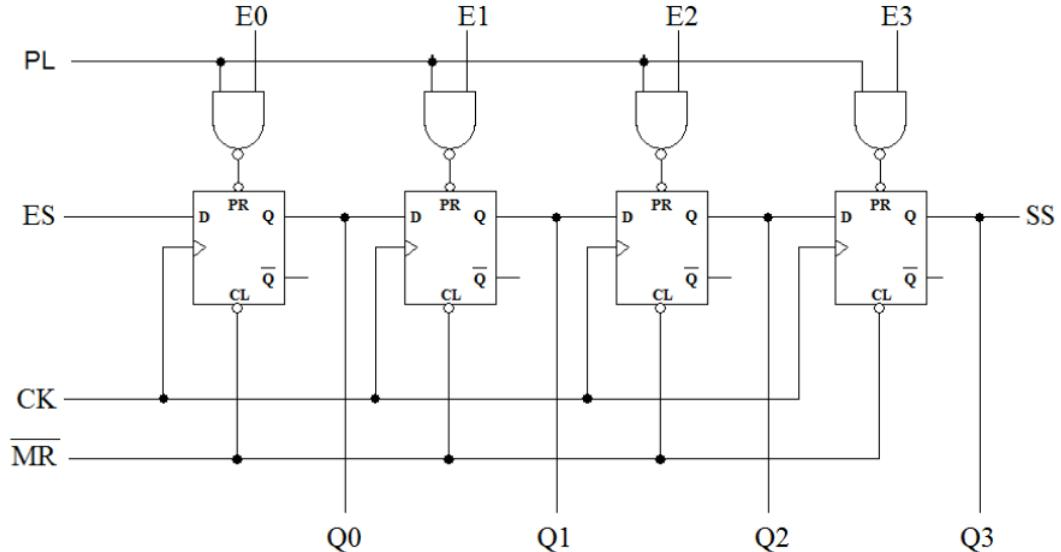

Figura 1: Registrador de Deslocamento
A figura 1 apresentada a seguir ilustra o esquema elétrico de um registrador multifuncional de 4 bits, que pode ser utilizado como um shift-register. Na sequência são descritas as funções de seus terminais.
1. Monte o circuito da figura 1 com as seguintes condições:
6. Altere o estado do dado serial de entrada (ES) para nível lógico 1 e repita os procedimentos anteriores